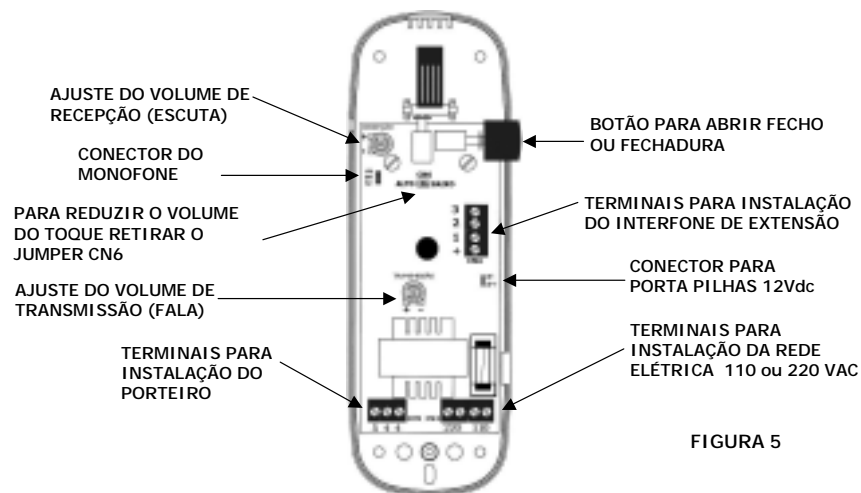

FIGURA 5
Caso a comunicação necessite de ajuste da transmissão (fala) e da recepção (escuta), isso poderá ser feito através dos ajustes de volume, trimpot TX (transmissão – fala) e trimpot RX (recepção – escuta), vide figura 5.
correspondente, vide figura 5
Este produto não tem chave seletora de tensão, para liga-lo, ligue os terminais identificados como 110V na rede elétrica 110V ou ligue os terminais identificados como 220V na rede elétrica 220V, vide figura 5.
3) Para manter o sistema funcionando a comunicação na falta de energia elétrica, instale o porta pilhas opcional, vide figura 5.
4) Para acionamento do fecho ou fechadura eletromagnética de qualquer outro local da residência colocar um botão adicional (Botoeira NA Amelco) entre os **TERMINAIS (4) e (1)**, vide tabela de especificações dos fios.
Quando a campainha for pressionada no porteiro da rua, o sistema emitirá um toque no interfone. Ao ouvir o toque, você atende o interfone, estabelecendo a comunicação e reconhecendo o visitante, fazendo com que você não se exponha indo até o portão (**SEGURANÇA e CONFORTO**). Para acionar a abertura do portão (se tiver fecho ou fechadura instalada), basta apertar o botão lateral do interfone, vide figura 5.